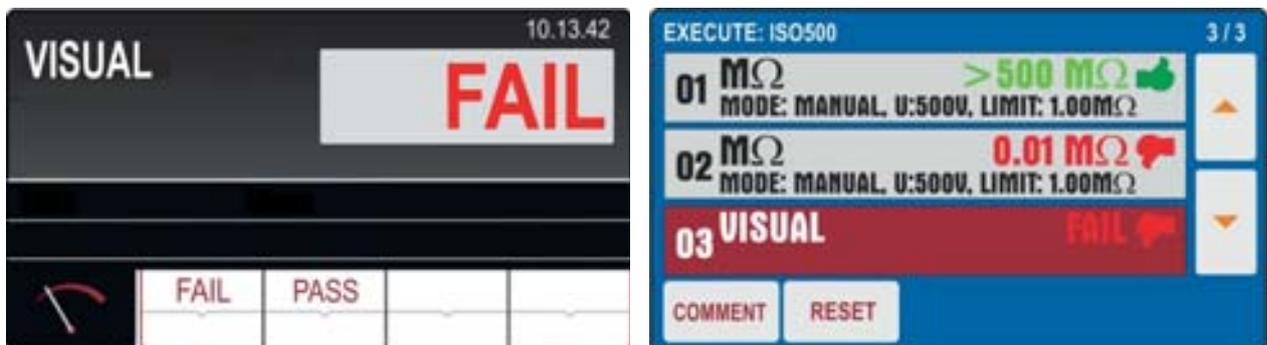

Abb. 49 : AUTO TEST Funktion - Endergebnis
11. Drücken Sie zweimal die **START/STOP-Taste**, um den "03" Test des Autotests zu aktivieren, im angezeigten Beispiel ist das nun die **VISUAL-Funktion**, bestätigen sie das Ergebnis des Test wie vom Bediener eingesetzt mit **OK (PASS)** oder **NO OK (FAIL)** (siehe Abb. 49- linke Seite)
13. Am Ende des Autotests hat das Instrument einen letzten Bildschirm, siehe Abb. 49- rechte Seite